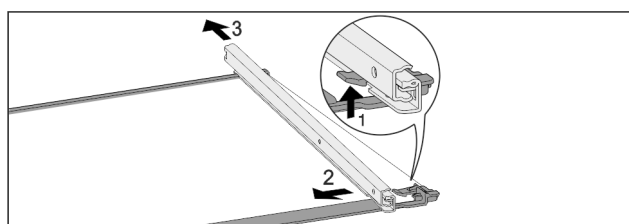

Fig. 115 Tablette en verre avec rails
- ▶ Pousser le crochet d'enclenchement avant vers le bas. Fig. 115 (1)
- ▶ Pousser le rail télescopique vers le côté Fig. 115 (2) et vers l'arrière Fig. 115 (3).